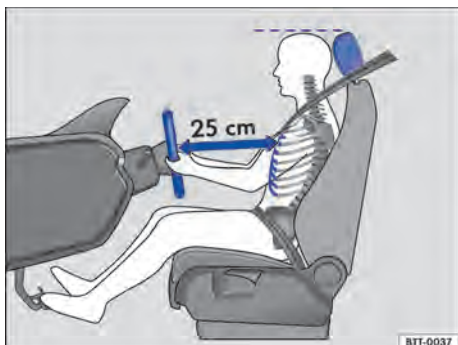
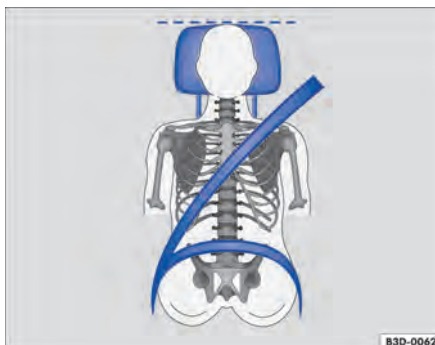

Fig. 35 A distância correta entre o condutor e o volante deve ser de, no mínimo, 25 cm.
Fig. 36 Posição correta do cadarço do cinto de segurança e ajuste correto do apoio para cabeça.
- Ajustar o banco de modo que a distância entre ele e o tórax tenha no mínimo 25 cm ⇒ Fig. 35 e que o condutor possa segurar o volante pela borda externa com as duas mãos e os braços ligeiramente dobrados.
- Ajustar o banco do condutor na direção longitudinal de modo que os pedais possam ser acionados com as pernas ligeiramente arqueadas ⇒ Fig. 35.
- Para os assentos com apoio para cabeça: ajustar o apoio para cabeça de modo que a sua borda superior se encontre preferencialmente na mesma linha da parte superior da cabeça ⇒ Fig. 35 e ⇒ Fig. 36 – porém não abaixo da altura dos olhos. Posicionar a parte posterior da cabeça o mais perto possível do apoio para cabeça.